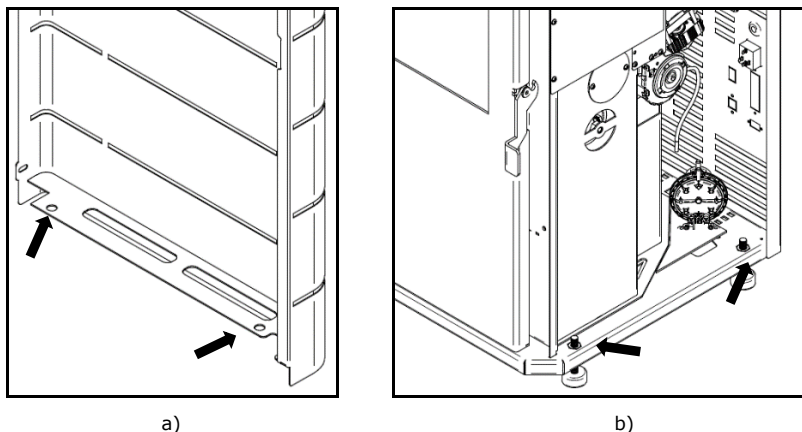

Figura 20 - Encaje lateral inferior de las envolventes
b) Encajar los agujeros inferiores de las capas laterales (Figura 20-a) en los guías que se encuentran en el fondo de la máquina (Figura 20-b).